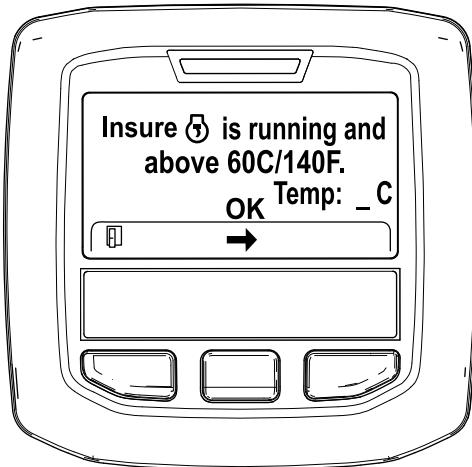

Figure 52
5. Si la température du liquide de refroidissement est inférieure à 60 °C, le message « Insure  is running and above 60C/140F » (vérifier que \*\*\* fonctionne et est supérieure à 60 °C/140 °F) s'affiche (Figure 52).